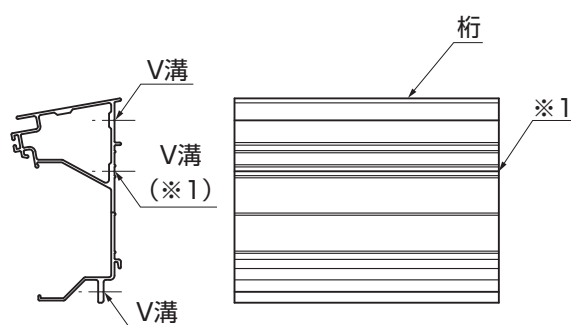

図7-3
- 腰壁用端部柱、腰壁用中間柱を、桁の3本あるV溝の真中(*1)に取付けてください。(図7-3参照)